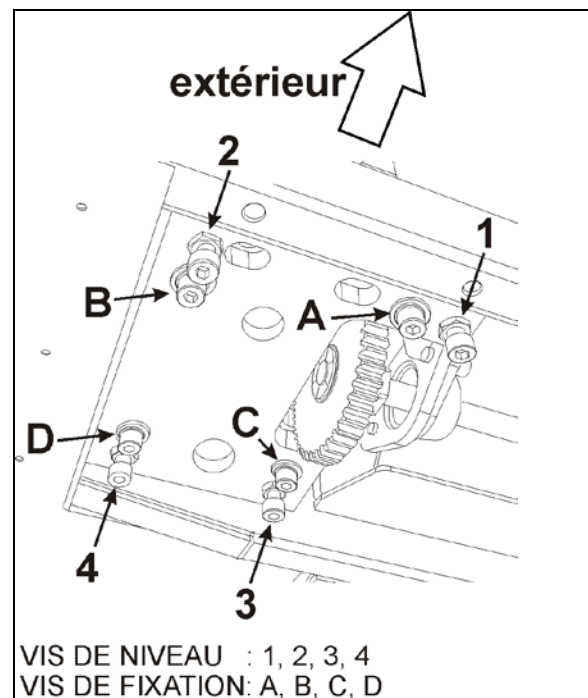
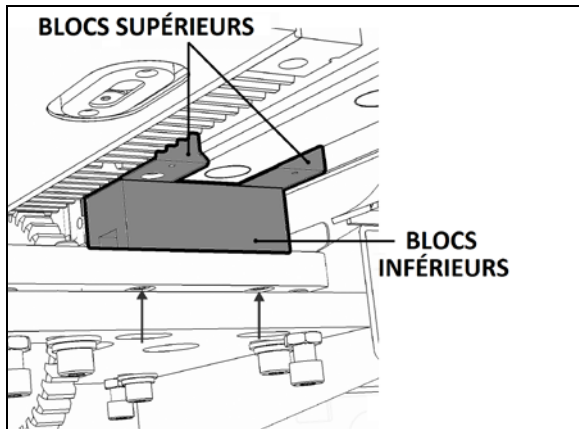

FIGURE 26: RÉGLAGE DU NIVEAU DE LA RALLONGE COULISSANTE 26053
FIGURE 29: BLOCS DE PLASTIQUE ACÉTAL 26120
- Depuis le panneau d'accès au mécanisme, démonter les vis A, B, C & D (voir la Figure 26).
Le niveau de la rallonge coulissante est réalisé en ajustant la hauteur des vis de niveau 1, 2, 3 et 4 sur la plaque de support du palier linéaire (Figure 26). Lorsque la rallonge coulissante est au bon niveau, les vis de retenue, A, B, C et D maintiennent la plaque de support en place sur les vis de niveau. Aussi, les vis de retenue
La rallonge coulissante est légèrement inclinée. Pendant la rétractation, les butées de limite supérieures de la rentrée commencent par toucher la structure du véhicule, puis les butées de limite inférieures de la rentrée de la rallonge coulissante. Le réglage d'inclinaison se réalise en modifiant l'inclinaison de la plaque de support de palier linéaire, en utilisant les vis de mise à niveau 1 et 2 comme pivots et 3 pour régler l'angle (Figure 26).
2. Par le dessous de la plaque de support, démonter les vis de montage du bloc de plastique acétal (voir les trous oblongs sur la Figure 26 et les flèches sur la Figure 29).